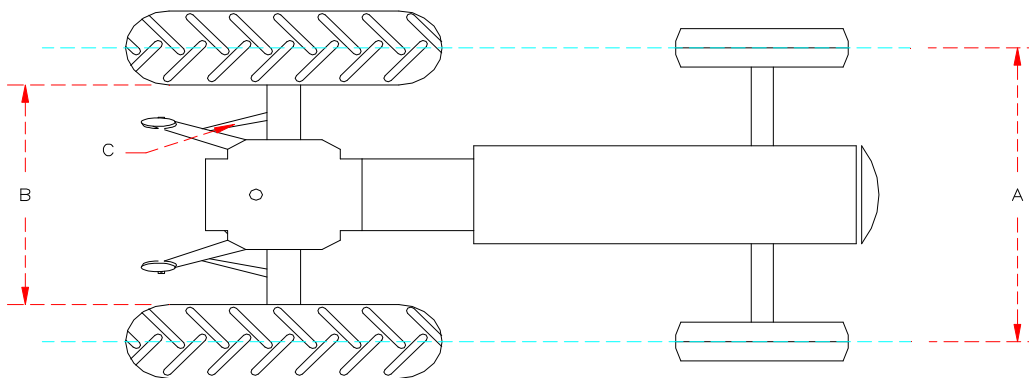

Figura 1 Distancia de rodado
- 3.- Se deben ajustar los tensores o estabilizadores del tractor (C) al máximo para evitar la variación de la trayectoria del tractor. (Ver figura 1)
- Para la medida (A) que son las llantas delanteras, se deben alinear los centros con las llantas traseras. (figura 1)
- La distancia recomendada para las llantas traseras (B) es de 50 pulgadas (figura 1)